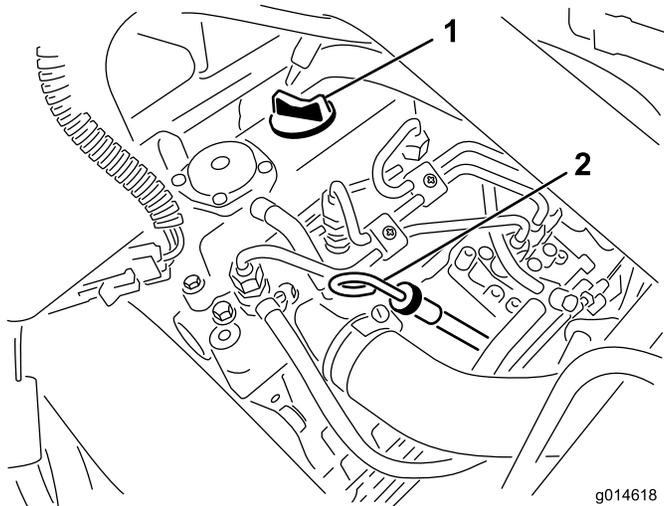

図 25
2. ディップスティックを抜き、ウェスで一度きれいに拭く (図 25)。ディップスティックを、首の根元までもう一度しっかりと差し込む。首から引き抜いて油量を点検する。油量が足りなければ、バルブ・カバーについている補給口のキャップを取り、ディップスティックの FULLマークまで **ゆっくりと** 補給する。補給するときは、ディップスティックで確認しながら少量ずつ入れてください。**入れすぎない** こと。